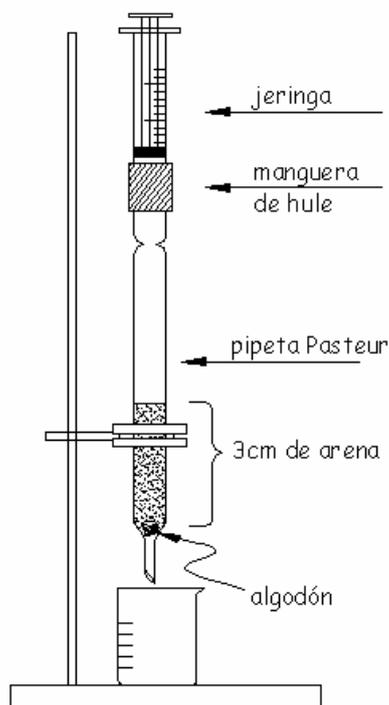

Figura 2
9. Vierte un poco del agua tratada por la parte gruesa de la pipeta. Con el trozo de manguera, conecta la jeringa, llena de aire, a la parte superior de la pipeta, y presiona el émbolo para acelerar la filtración (Figura 2). Anota tus observaciones.